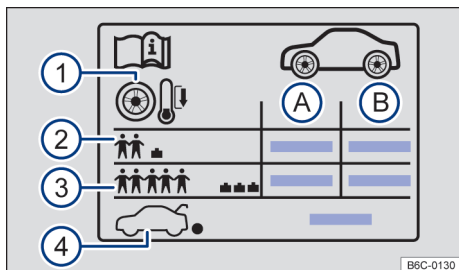

Fig. 157 Etiqueta com as pressões dos pneus.
→ Fig. 157:
- Adequar a pressão dos pneus sempre à condição de carga do veículo → Fig. 157 ③.